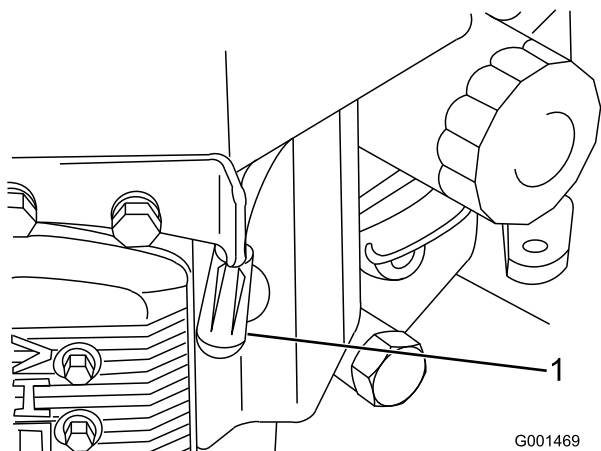

Figura 30
3. Desconecte los cables de las bujías (Figura 30).